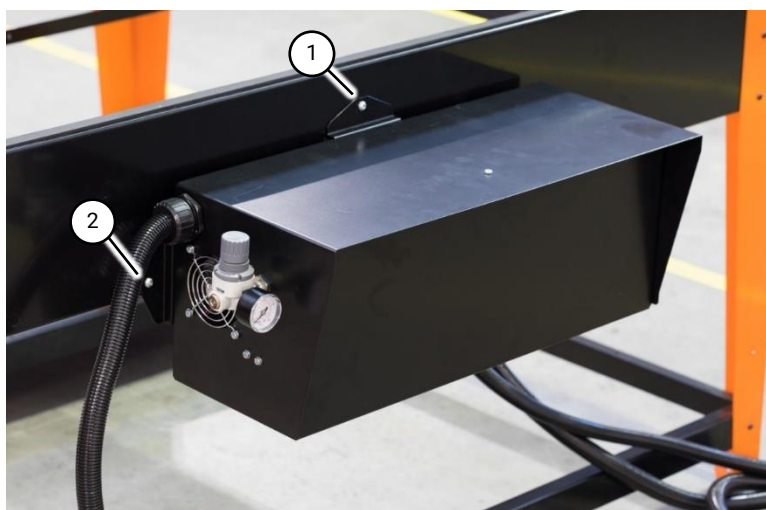
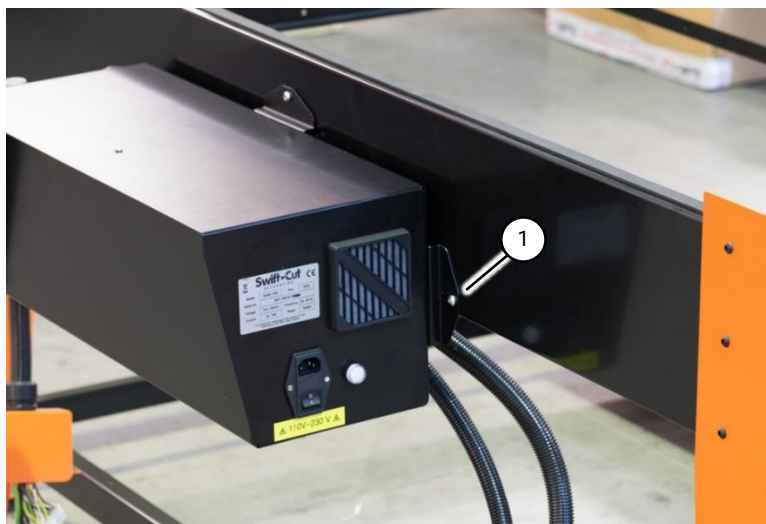

Fig 7 Emplacements de montage du boîtier de commande
Fig 8 Emplacements de montage du boîtier de commande (suite)
1. Fixez le boîtier de commande à l'arrière du support aux trois emplacements indiqués (Fig 7 (1), (2) et Fig 8 (1)).